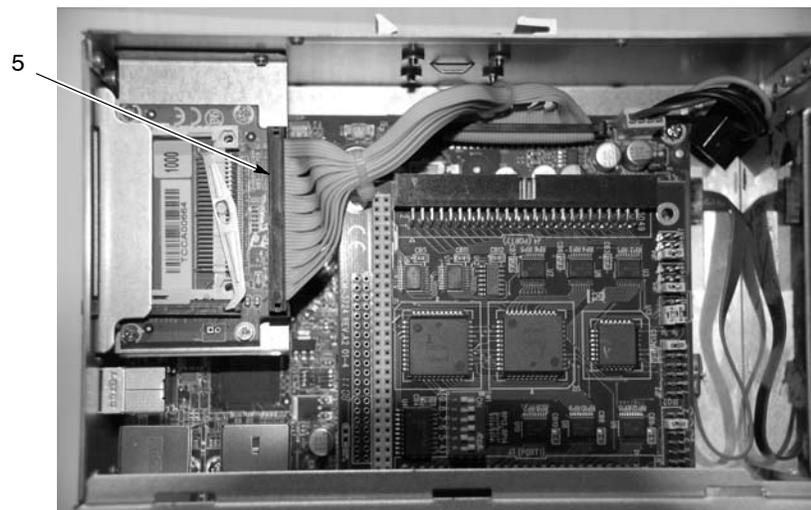

Figura 5-8 Scollegare l'adattatore CompactFlash
4. Vedi figura 5-8. Scollegare il cavo a nastro (5) dall'adattatore CompactFlash per accedere alla batteria.